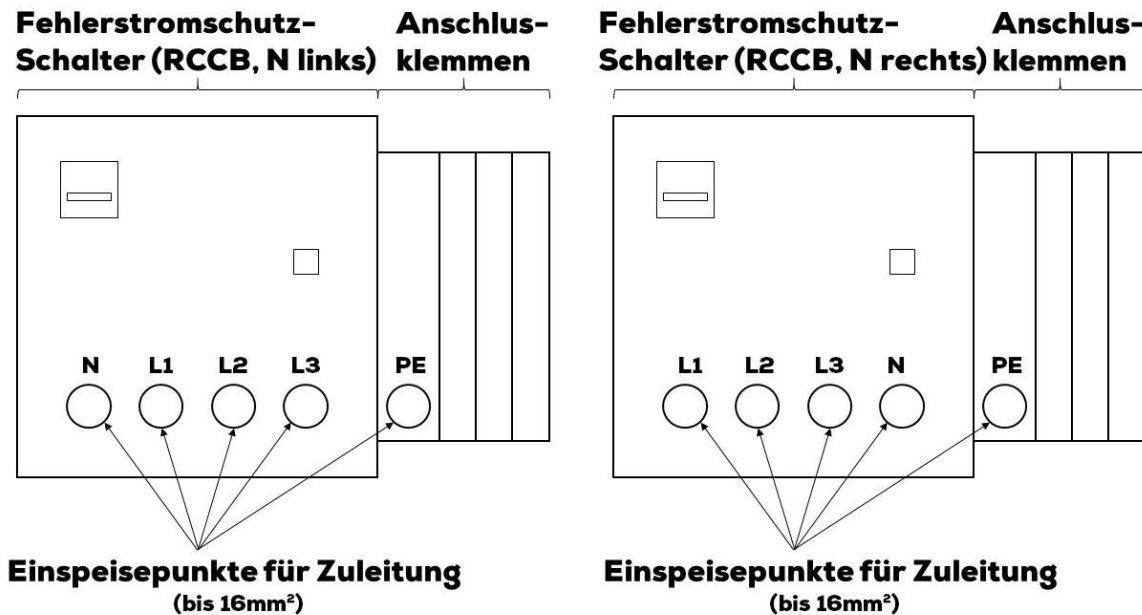

Abbildung 2 Anschlussposition der Zuleitung
2. Die Zuleitung gemäß Abbildung 2 anschließen und diese anschließend mittels Kabelverschraubung zugentlasten und abdichten.